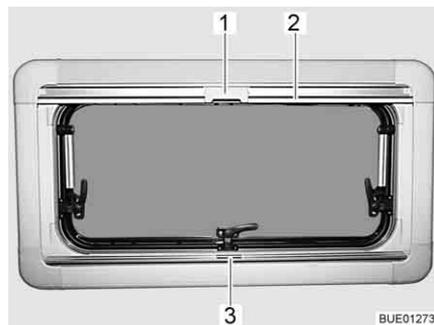

Fig. 110 Finestra apribile
- Afferrare la tendina oscurante pieghevole per la parte centrale della barra di presa (Fig. 110,3), tirarla dal basso verso l'alto e rilasciarla nella posizione desiderata. La tendina oscurante pieghevole rimane in questa posizione.
- Tirare la zanzariera a rullo accompagnandola con la barra di presa (Fig. 110,2) verso il basso, fino a quando la barra di presa non arriva a contatto con la tendina oscurante pieghevole (Fig. 110,3).
- Bloccare l'aggancio (Fig. 110,1) della zanzariera a rullo nella barra di presa della tendina oscurante pieghevole.
- Premere in alto all'indietro l'aggancio (Fig. 110,1) sulla zanzariera a rullo.
- Ricodurre lentamente la zanzariera a rullo accompagnandola con la barra di presa (Fig. 110,2).